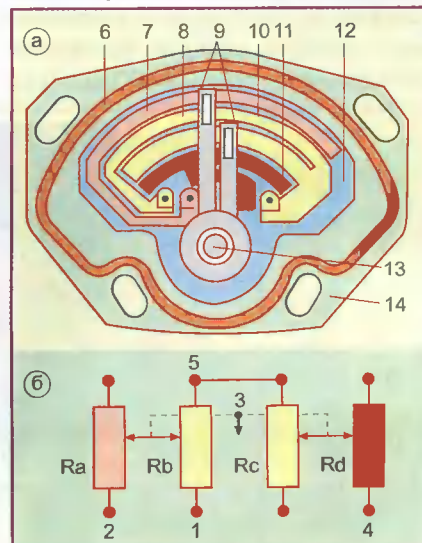

Рис. 7.
□ С особой тщательностью изготавливается датчик ДПД положения дроссельной заслонки (дроссельный потенциометр), показанный на рис. 7. Его чувствительность
Для обеспечения высокой точности и надежности резистивные дорожки потенциометра, которых четыре, включены по схеме, показанной на рис. 7, б, а ось движка потенциометра (движок двухконтактный) посажена в безлюфтовый тефлоновый подшипник скольжения.